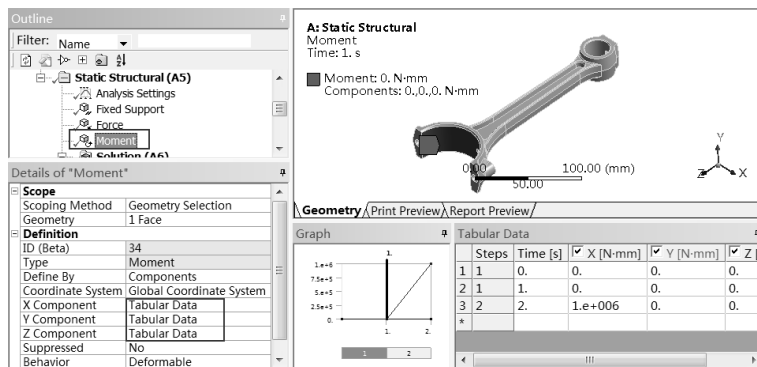

图 16-24 施加载荷
Step3：同 Step2，添加一个力矩载荷，转矩大小如表 16-2 所示。具体操作过程如图 16-24 所示。